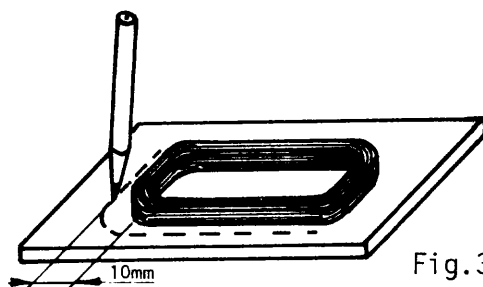

Fig.3
- b Trace, sobre la tabla, el contorno externo de la bobina, aumentándolo en unos 10 mm (fig.3) para hacer las tapas.